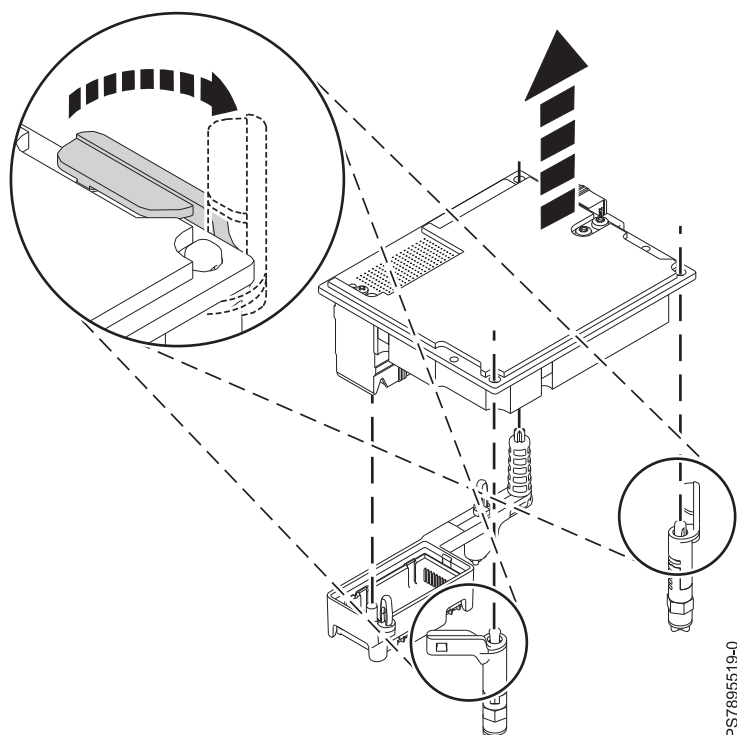

図 22. コネクタからの I/O 拡張アダプター 2 の取り外し
7. I/O 拡張 ETE アダプターを取り付ける場合、まず I/O 拡張アダプター 2 (存在する場合) を取り外す必要があります。I/O 拡張アダプター 2 は、IBM Flex System p270 コンピュート・ノードでは Un-P1-C35 の位置にあります。図 22 の説明に従って、スロットの 2 つの青色のリリース・タブを引いて開きます。次に、アダプターを持ち上げてコネクタから取り外し、コンピューター・ノードから取り外します。